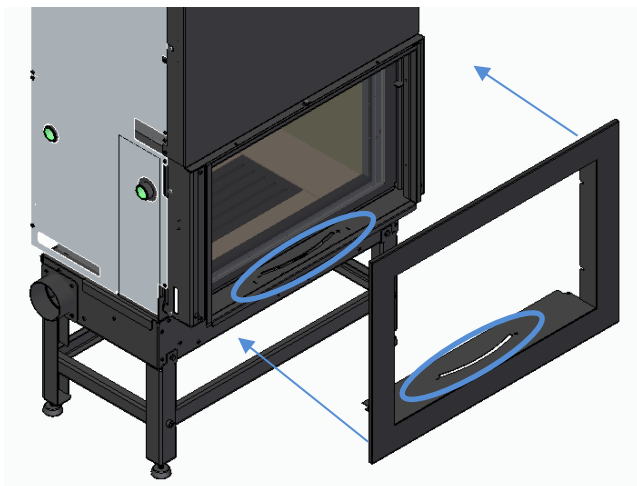

Figura 46
- b) Colocar o aro sobre o equipamento tal como se mostra na Figura 46. No caso dos modelos M700 e M850, certificar-se de que os canais coincidem na parte interna inferior para poder regular a entrada de ar sem dificuldade.